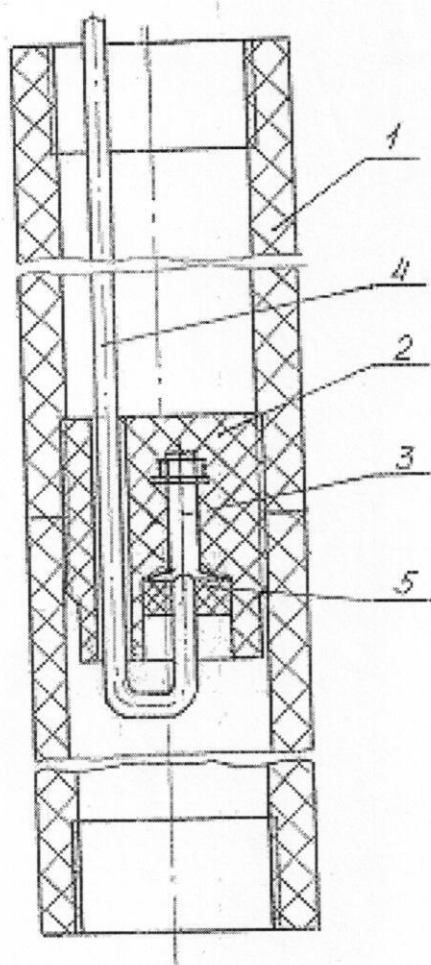

Рис.2. Конструкция двухэлектродного заземлителя
3.3. Двухэлектродный заземлитель (рис.2) состоит из двух электродов 1, жестко соединенных между собой с помощью одного соединителя-токоввода 2. Присоединение питающего кабеля 4 к соединителю токовводу производят аналогично п.3.2.